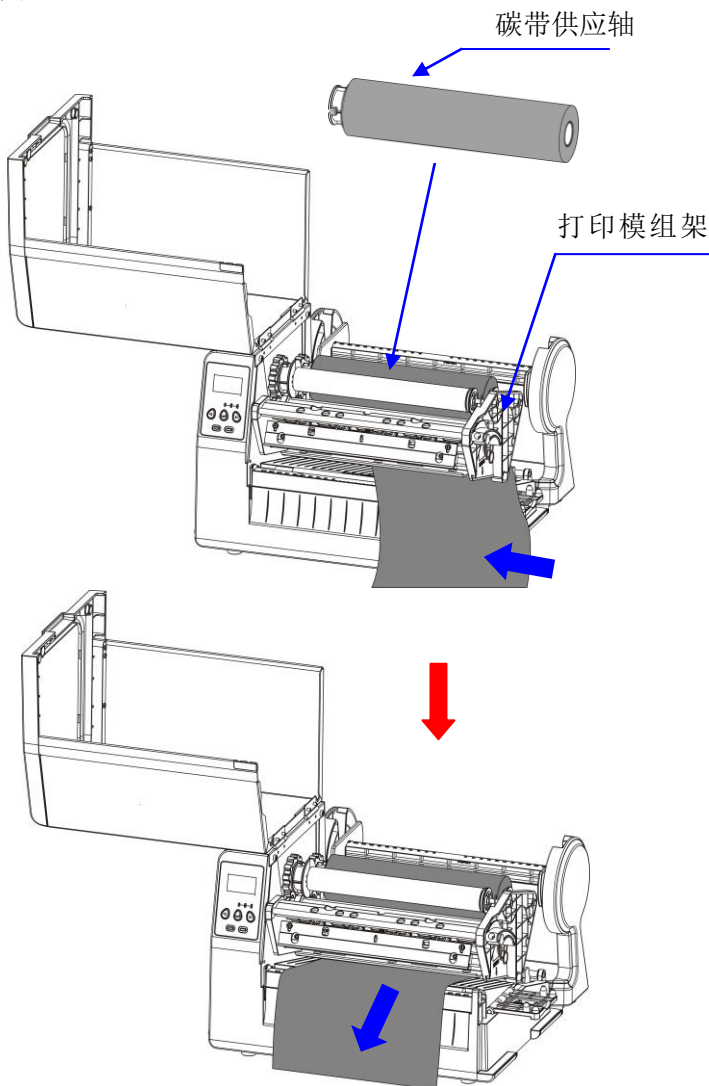

图 8-4
5. 将碳带供应轴卡入碳带供应端，并将碳带从打印头模组下方穿过。(图 8-4)